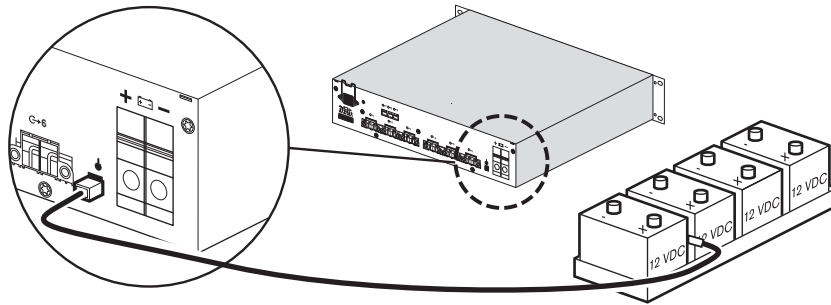

Figura 6.6 Ligar o sensor de temperatura
2. Ligue o corpo do sensor perto da bateria, com acoplamento térmico adequado para obter as informações de temperatura correctas. Por exemplo, ligue o sensor ao tabuleiro da bateria ou coloque-o entre as baterias. Consulte a *Figura 6.6*.